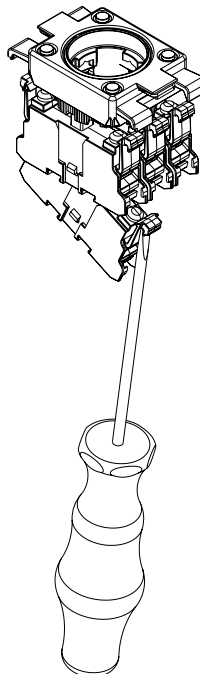

Fig. 7
3. Démontage de l'élément de contact au niveau deux (voir Fig. 7)